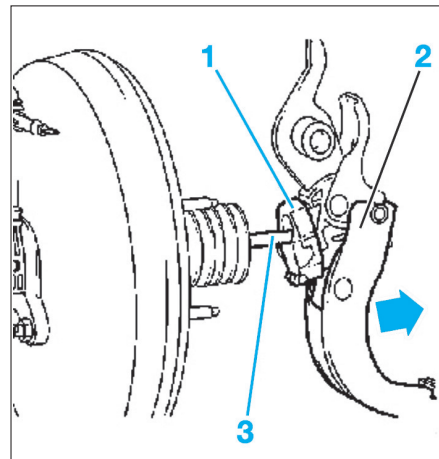

Fig. 17
- Enlever l'agrafe (1) afin de déposer la pédale de frein (2) de la tige de piston (3) du servofrein (Fig.17).
- Remplacer l'agrafe (1) (Fig.17).